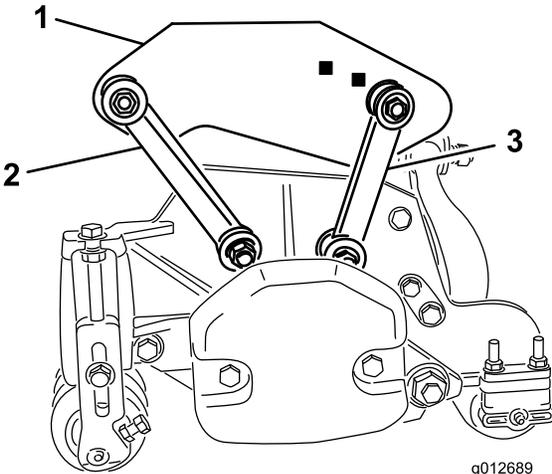

图 19
- 如 图 19 所示用螺栓 $\frac{3}{8} \times 2\frac{1}{4}$ 英寸、2 个平垫圈和 1 个锁紧螺母将前安装连杆固定到承载架孔中。安装时将垫圈放到连杆的两侧。上紧紧固件扭矩至 42N·m。
- 如 图 19 所示用螺栓 $\frac{3}{8} \times 2\frac{1}{4}$ 英寸、2 个平垫圈和 1 个锁紧螺母将后安装连杆固定到后承载架孔中。安装时将垫圈放到连杆的两侧。上紧紧固件扭矩至 42N·m。